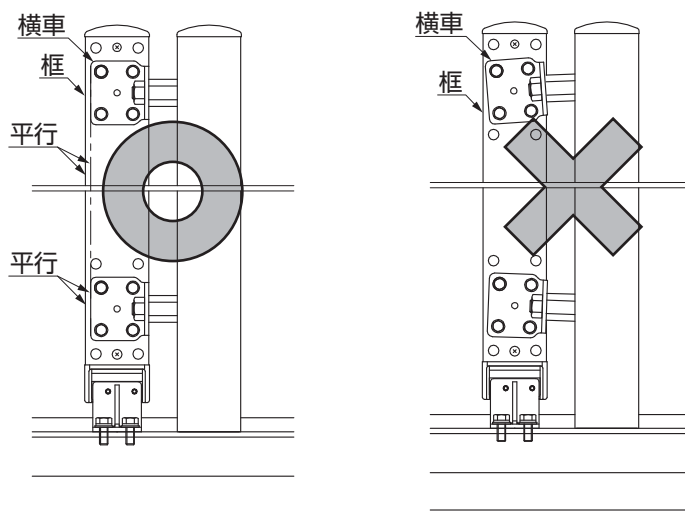

図5-3
- 横車を取付ける際、框と平行に取付けてください。曲がって取付けると異音や脱輪の原因となるおそれがあります。(図5-3参照)